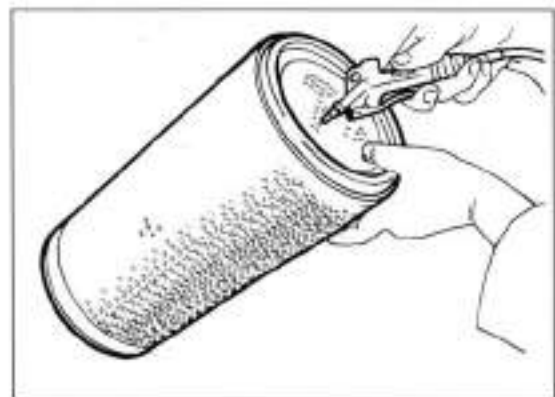

Fig. 52
3. Limpiar el cartucho F de la siguiente forma: Soplar aire con ligera presión en el interior del cartucho desde una distancia de seguridad, Fig. 52.
4. **Refrigeración.** DIARIAMENTE, controlar el nivel del líquido refrigerante del depósito de expansión (1) Fig. 52. Si fuera necesario añadir líquido refrigerante (ver composición en Tabla de lubricación).